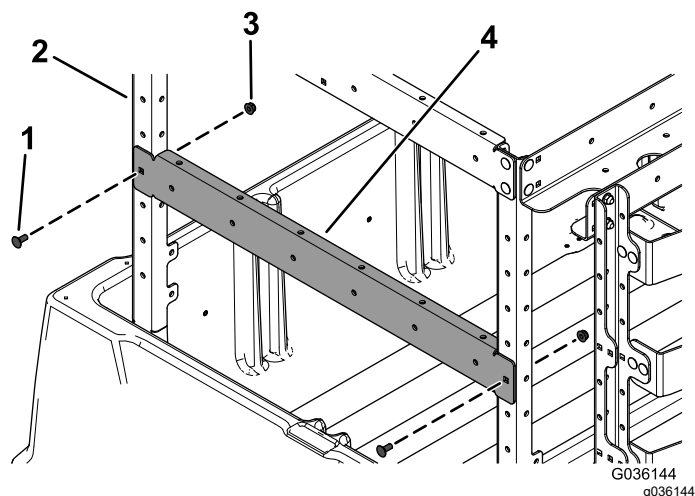

Figura 7
6. Montate la staffa di supporto anteriore (con 1 foro su ciascun lato) sulle 2 staffe del telaio dei montanti anteriori con 2 bulloni a testa tonda (5/16 x 3/4") e 2 dadi flangiati (5/16") come illustrato nella Figura 7.